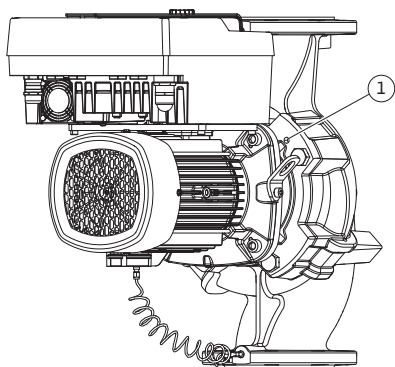

Fig. 11: Odtlačenie nástrčného bloku cez závitové otvory (DN 100 ... DN 125)
Pri type čerpadla Fig. II a Fig. III (DN 100 ... DN 125) použite na to dva závitové otvory (Fig. 11, pol. 1). Použite pritom vhodné skrutky pripravené na mieste inštalácie (napr. M10 x 25 mm).
5. Nástrčný blok (pozri Fig. 4) odtlačte od telesa čerpadla. Použite na to dva závitové otvory (pozrite si Fig. 11). Na uvoľnenie sedla zaskrutkujte do závitových otvorov skrutky M10 vhodnej dĺžky.